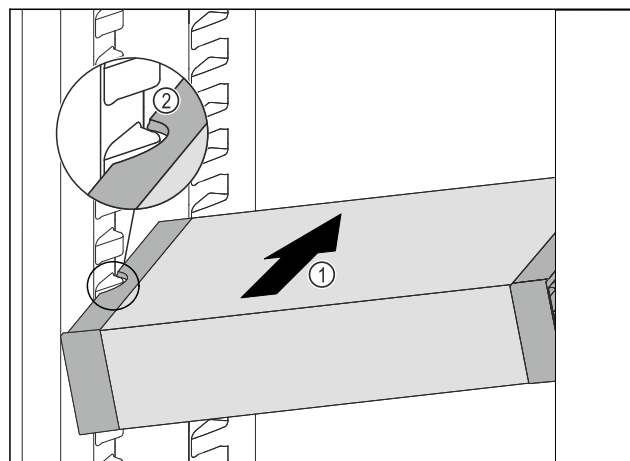

Fig. 102
- ▶ Вкарайте VarioSafe под ъгъл в хладилната част Fig. 102 (1), докато страничните прорези Fig. 102 (2) на VarioSafe се намират на височината на реброто на съда в хладилната част.